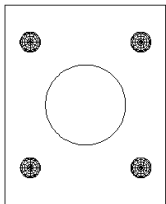

图 13-4 镜像球体
- 选择菜单【视图】|【三维视图】|【俯视】命令，将视图切换为俯视图，然后使用【镜像】命令，配合【捕捉中点】功能，对球体镜像，结果如图 13-4 所示。